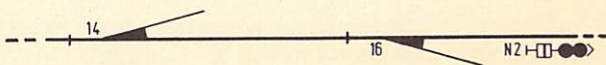

Bild 18
- (4) Liegen Weichen im Ausfahrweg vor dem Startsignal (Haupt- oder Haupt/Sperrsignal), sind sie Mittelweichen (vgl. Bild 18). Für das Einstellen von Ausfahrzugstraßen über Mittelweichen vgl. § 7 Abs. 5, für das Auflösen von Mittelweichen nach einer Einfahrt vgl. § 7 Abs. 11. **Mittelweichen**